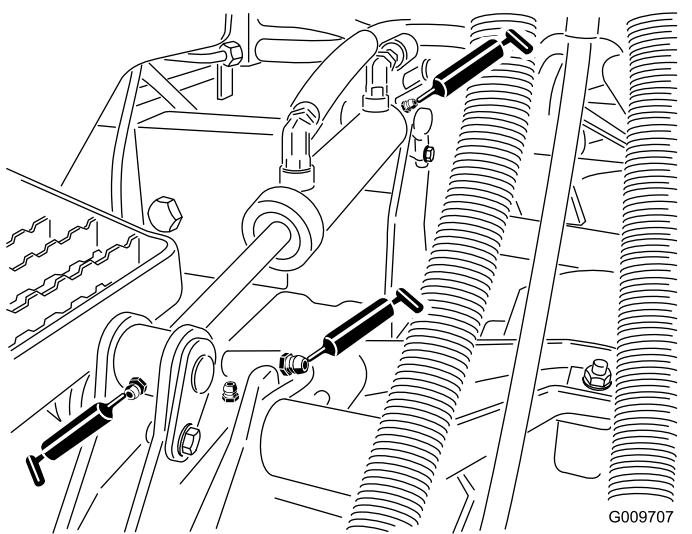

Рисунок 49
- Втулки гидроцилиндра подъема (по 2 шт. на каждой деке) (Рисунок 49)